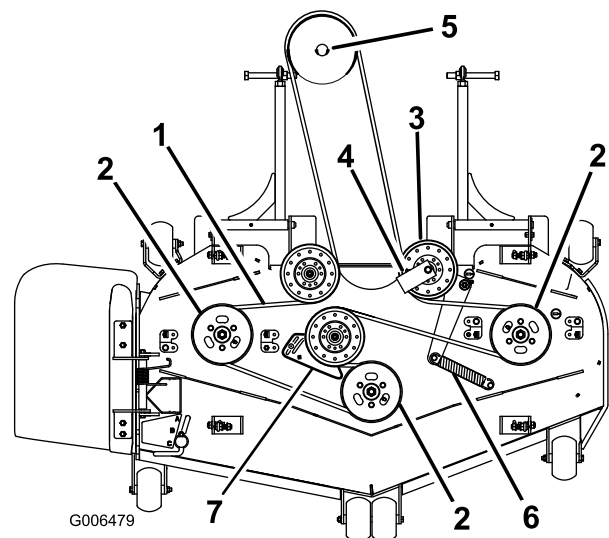

Figura 87
7. Togliete il guidacinghia sulla puleggia tendicinghia a molla mostrata nella Figura 87.
9. Montate la nuova cinghia attorno alle pulegge del tosaerba ed alla puleggia degli ingranaggi, sotto il motore (Figura 87).
10. Installate il guidacinghia sul tenditore a molla a 45 gradi come mostrato nella Figura 87. Serrate il bullone a un valore compreso tra 37 e 45 N·m.
11. Montate la molla di rinvio sui 2 poli (Figura 87).